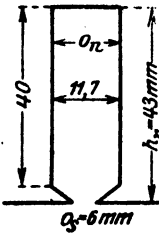

Abb. 252. Ständernut zu Aufgabe 323.
$$h_n = \frac{504}{11,7} = 43 \text{ mm (Abb. 252)}^1. \quad (148)$$